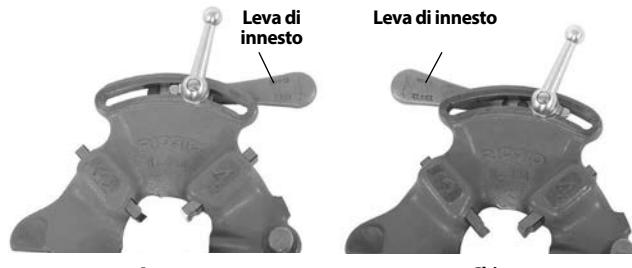

Figura 7 – Posizione della leva aperta/chiusa
- Spostare la leva di innesto sulla posizione OPEN (APERTA) (Figura 7).